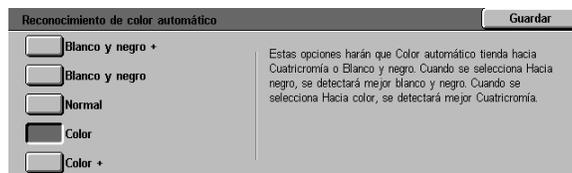

Figura 48: Opciones de Reconocimiento de color automático
- Pulse el cuadro que indica la configuración adecuada del nivel de calidad de imagen para el reconocimiento de color automático, tal y como ilustra la Figura 48.